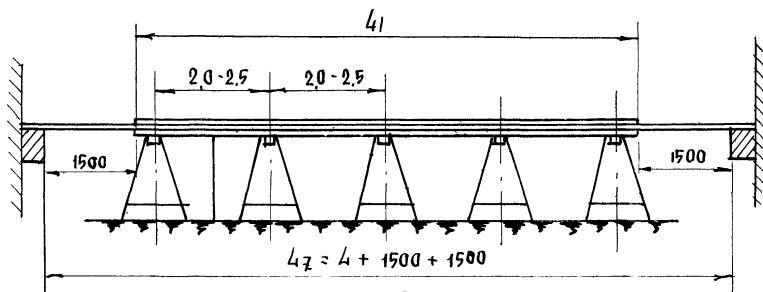

Рис. 2
Расчет длины заготовки куска парусины для гибкой ленты берется равной длине по проекту L , (рис. 2). На каждый метр длины дается припуск 12-15см, необходимый на усадку материала при его обработке.
- 7 Провода для гибкой ленты нарезаются отрезками равной длины, с учетом вшитой части и свободных концов, (по проекту) и укладываются на козлы (рис. 2 и 3). Провода меньшего сечения занимают середину ленты.
- 9 Брезент берут, протягивают его под провода и раскладывают на козлах, оставляя равные концы проводов с обеих сторон не подлежащие обшивке. Свободные концы проводов нужны для дальнейшего монтажа в клеммовых коробках (рис. 2 и 3)